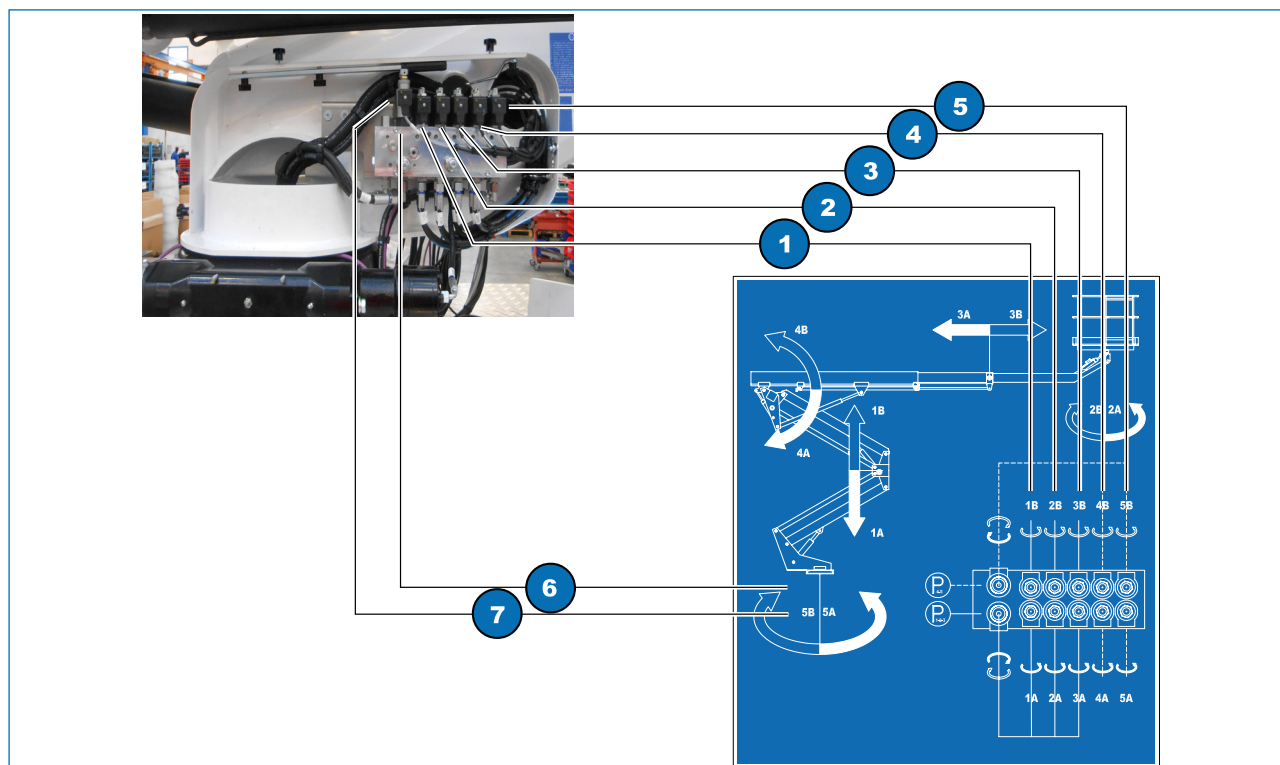

Fig. 4.6
- uno all'interno del quadro comandi in cabina (Fig. 4.6);